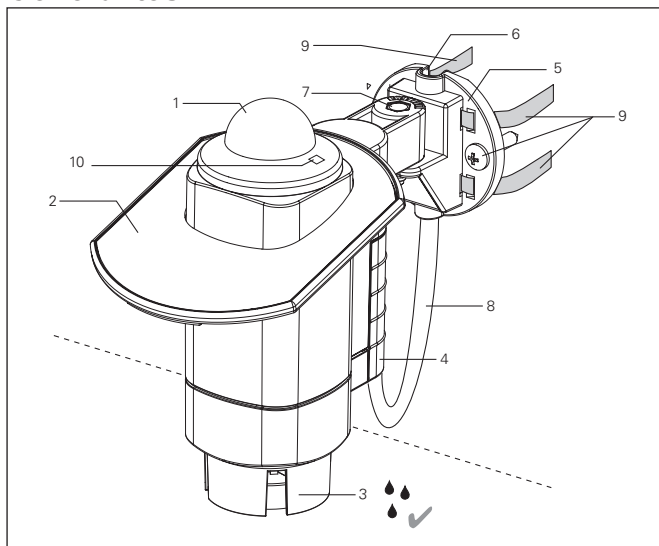

Fig. 1 Station météo
- Poser le câble de raccordement de façon à empêcher l'eau de pénétrer à l'intérieur de l'appareil (voir Fig. 1). Utiliser à cet effet un câble résistant aux intempéries (adapté à une utilisation à l'extérieur) comme p. ex. un 4x AWG26C UL sw.